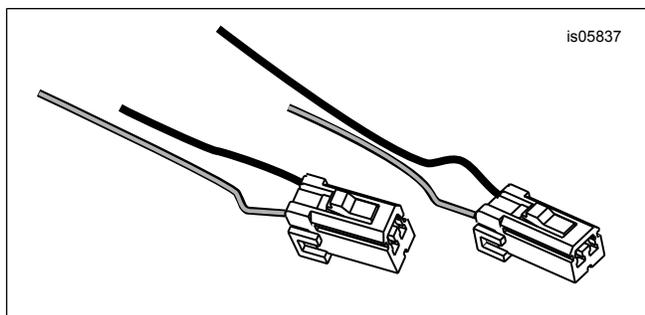

Figura 3. Corte de los extremos del cable con el conector
Los cables deben cortarse para que pasen por la nueva barra de las señales de giro. Extraiga el conducto negro para permitir empalmar y escalonar los cortes como se muestra en Figura 3 así los conductos encajarán sobre los conectores sellados después de que los cables se vuelvan a empalmar.
4. Vea Figura 3. Corte los cables negro (BK) y marrón (BN) aproximadamente a una distancia entre 10–15 cm (4–6 in) del conector hembra de la señal de giro a la derecha [18B] de manera escalonada, como se muestra. Corte los cables negro (BK) y violeta (V) del conector hembra de la señal de giro a la izquierda [19B] de la misma manera. Guarde los extremos cortados del cable con el conector.